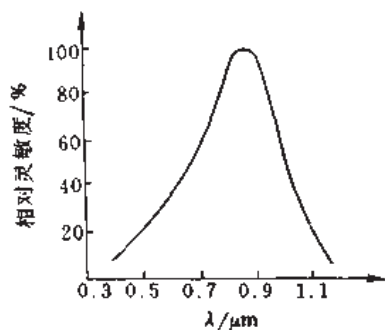

图 2.1.24 硅光电二极管的波长特性曲线
(1) 波长特性曲线 硅光电二极管对不同波长的光响应的灵敏度是不同的。由图 2.1.24 可见，它对入射光谱响应的范围是 $0.4 \sim 1.1 \mu\text{m}$ ，响应灵敏度最大的入射光的波长称为峰值波长，硅光电二极管的峰值波长为 $0.9 \mu\text{m}$ 左右。